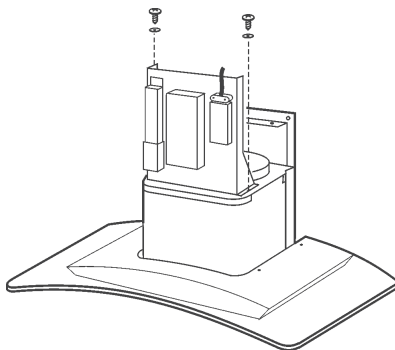

fig.9
4. Montez la plaque de l'installation électrique en la fixant avec 2 vis et 2 rondelles métalliques (fig. 9).